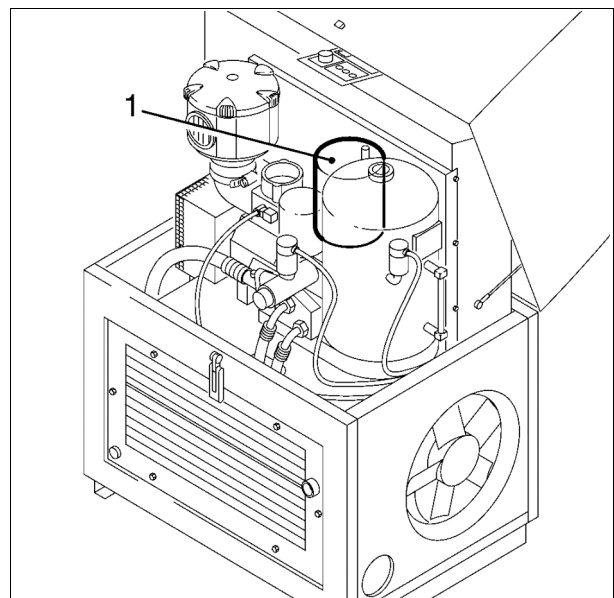

Bild 19
- Feinabscheiderpatrone (-1- Bild 19) mit geeignetem Werkzeug abschrauben